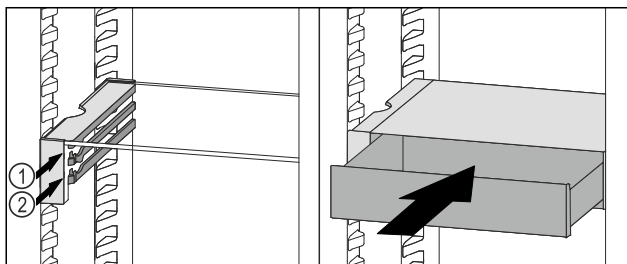

Fig. 78
- ▶ Stavite ladicu VarioSafe ukoso iza zaustavljača na željeni žlijeb Fig. 78 (1) ili Fig. 78 (2).